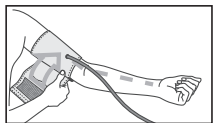

Fig.8
2. Răsuciți manșonul în jurul brațului, în așa fel, încât marginea inferioară a manșonului să fie plasate cu 2-3 cm, deasupra cotului. TUBUL DE AER trebuie să fie îndreptat spre palmă (fig.8).